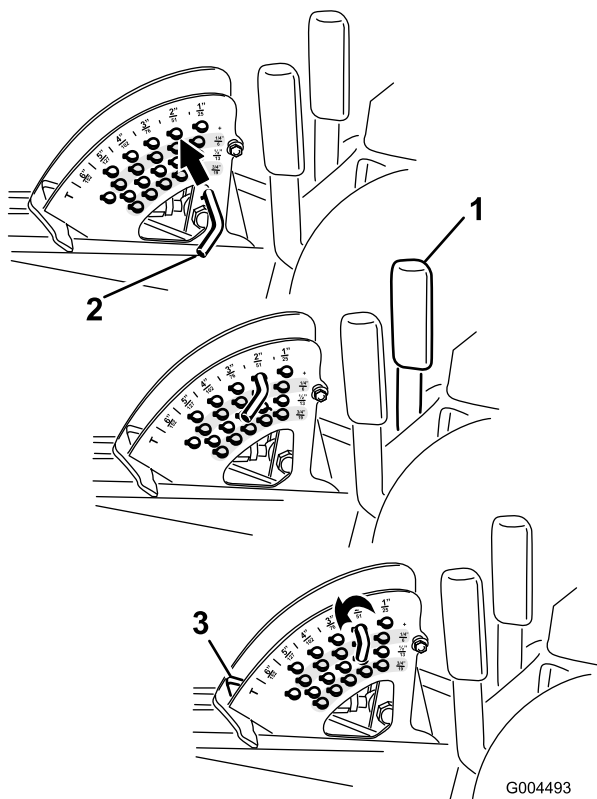

Bild 24
Hinweis: Wenn Sie das Mähwerk in der angehobenen Stellung arretieren möchten, heben Sie das Mähwerk über die 15 cm Stellung an, nehmen Sie den Schnitthöhenanschlagsstift ab (siehe Einstellen der Schnitthöhe) und setzen Sie den Stift in die 15 cm Schnitthöhenstellung (Bild 24).
1. Ziehen Sie den Mähwerkhubhebel bei laufendem Motor zurück, bis das Mähwerk ganz angehoben ist, und lassen Sie den **Hebel sofort los** (Bild 24).
2. Drehen Sie zum Einstellen den Anschlagstift so lange, bis die Linien am Spannstift mit den Schlitzern in den Löchern in der Schnitthöhenhalterung ausgerichtet sind. Nehmen Sie ihn dann ab (Bild 24).
3. Wählen Sie ein Loch in der Schnitthöhenhalterung, das der gewünschten Schnitthöhe entspricht, stecken Sie den Stift ein und drehen Sie ihn ein, um ihn zu arretieren (Bild 24).
Hinweis: Es gibt vier Reihen der Lochpositionen (Bild 24). Die oberste Reihe ergibt die Schnitthöhe, die über dem Stift steht. Die zweite Reihe ergibt die Schnitthöhe plus 6 mm. Die dritte Reihe ergibt die Schnitthöhe plus 12 mm. Die unterste Reihe ergibt die Schnitthöhe plus 18 mm. Für die Stellung von 15,8 cm gibt es nur ein Loch, das in der zweiten Reihe ist. Mit diesem Loch werden nicht 6 mm den 15,8 cm hinzugefügt.